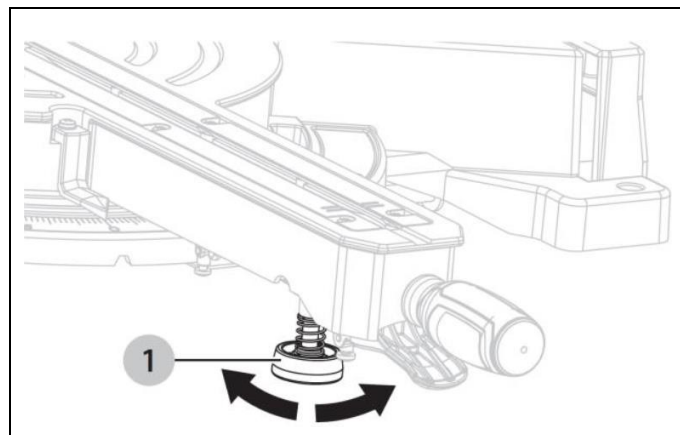

Рисунок 6
• Поместите пилу на кусок фанеры толщиной 19 мм (2). (Рис. 6с). Надежно прикрутите основание пилы к фанере, используя крепежные отверстия (1) (Рис. 5а) в основании. Используйте С-образные зажимы, чтобы закрепить этот лист фанеры на устойчивой рабочей поверхности на рабочем месте. (Рис. 5с)
Регулировка выравнивающей опоры (Рис.6)